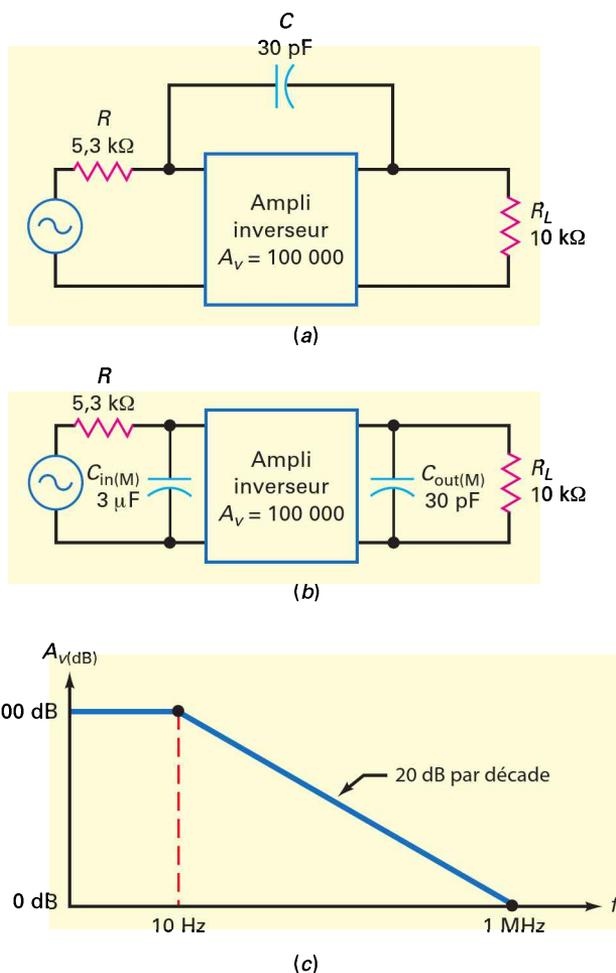

Figure 14.22
L'amplificateur de la figure 14.22*a* possède un gain en tension 100 000. Dessinez le diagramme de Bode asymptotique.
La figure 14.22*b* représente les capacités Miller d'entrée et de sortie. Le circuit de retard de l'entrée est celui qui détermine la fréquence de coupure, elle est :
Or un gain en tension 100 000 est équivalent à 100 dB, nous pouvons dessiner le diagramme de Bode de la figure 14.22*c*.
14.17 Avez-vous compris ? Sur la figure 14.22*a*, calculer les composantes de Miller C_{in} et C_{out} du condensateur pour un gain en tension $A_v = 10000$.